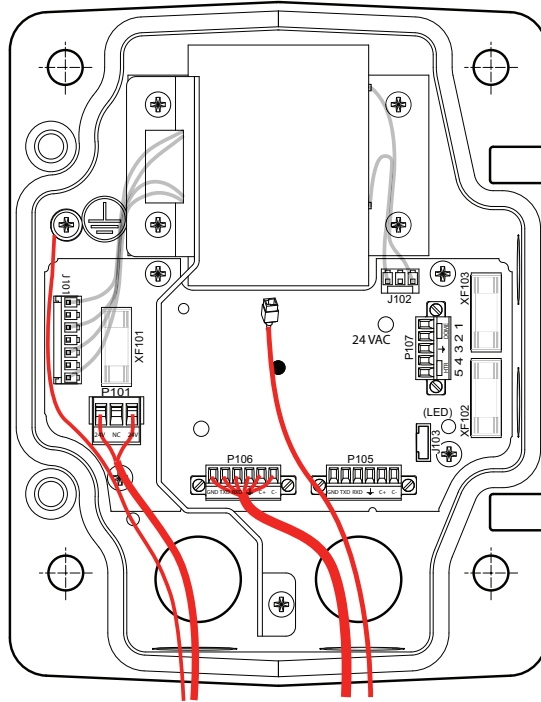

Figura 2.2 Caja de alimentación del brazo de pared
3. Recorte los cables dejando la suficiente longitud para que alcancen los terminales del conector, pero de forma que no queden pillados ni dificulten el cierre del brazo de pared. Consulte *Figura 2.2, Página 17* anteriormente para conocer las ubicaciones de los conectores.